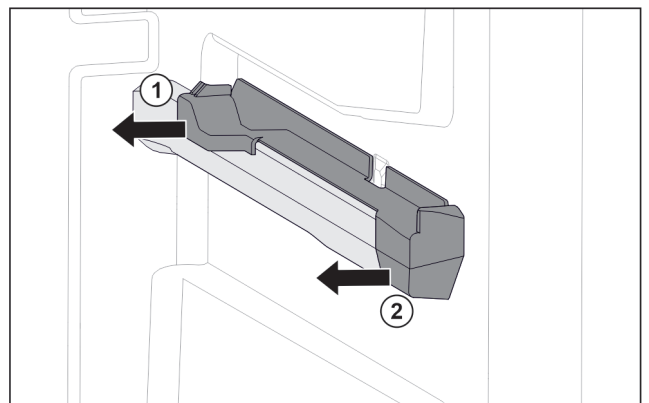

Fig. 79 Elemento inseribile sulla nervatura destra del contenitore
- ▶ Estrarre l'elemento inseribile dal lato posteriore di lato. Fig. 79 (1)
- ▶ Estrarre l'elemento inseribile dal lato anteriore di lato. Fig. 79 (2)